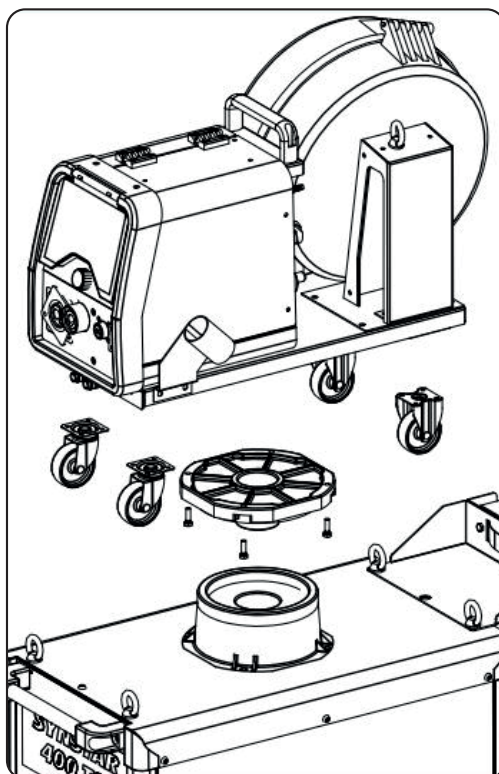

Fig.2.
- ◆ Montare il supporto maschio sul carrello trainafilo e il supporto femmina sul generatore (vedi fig.2). Le piccole ruote, devono essere montate sul fondo del carrello traina filo così come il supporto torcia (vedi fig.2). Il carrello assemblato deve essere posizionato sul supporto del generatore.